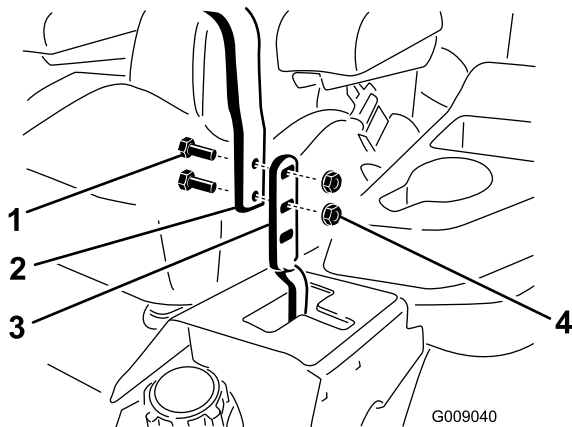

Figura 76
3. Allentate i bulloni e i dadi delle flange montati sulle leve (Figura 76).